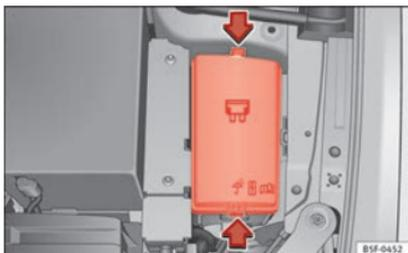

Fig. 203 En el vano motor: tapa de la caja de fusibles.
- Presione las pestañas de bloqueo para desbloquear la tapa de la caja de fusibles » **fig. 203.**